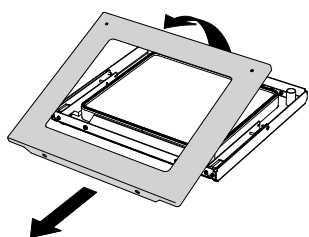

Bild 39
- Backrohtürsichtfenster an der Griffseite aufschwenken und nach vorne wegnehmen (Bild 39).